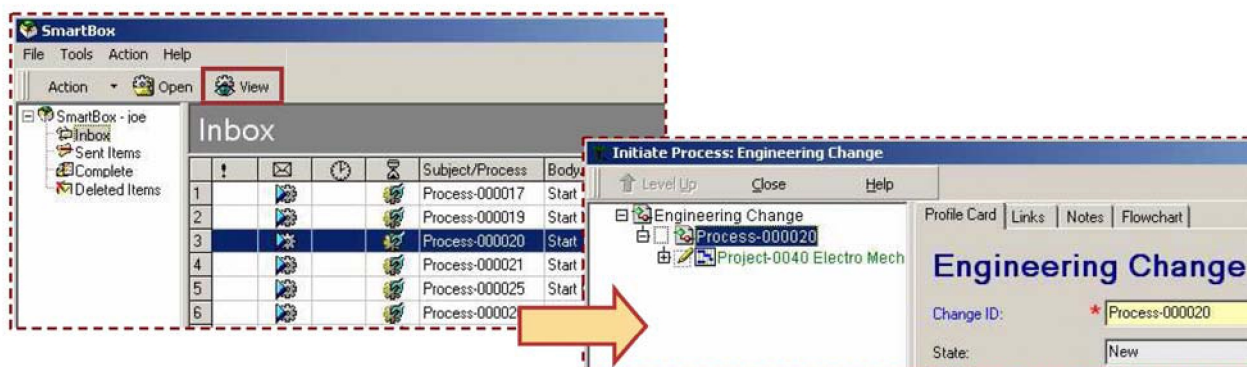

Рис.17. Просмотр задач
- Вернитесь к «Inbox», выберите «Process-000020» и нажмите «View» (рис. 17).